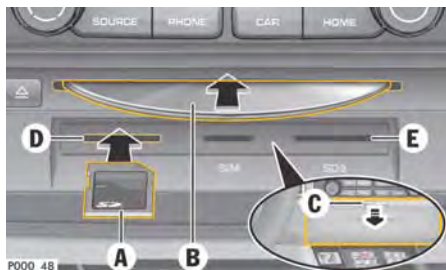

図227: CD/DVDまたはSDカードのロード
1. カバー **C** が自動的に固定されるまで押し続けてください (図 227 矢印を参照)。